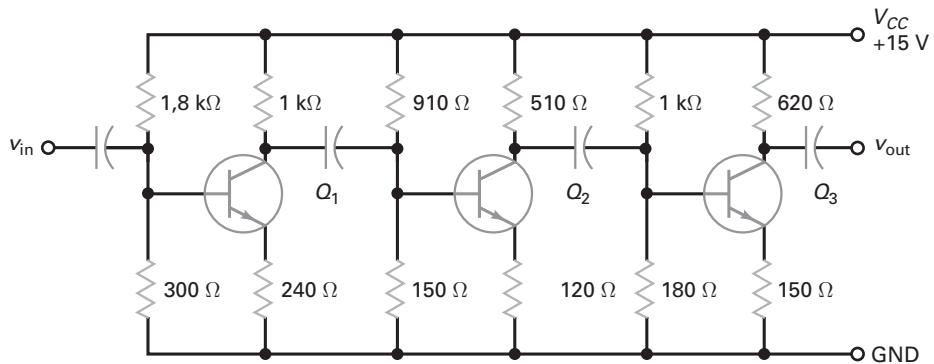

Figura 7-39
- 7-43** Calcule a tensão no coletor para cada transistor na Figura 7-39. (Sugestão: Os capacitores agem como circuitos abertos em CC).